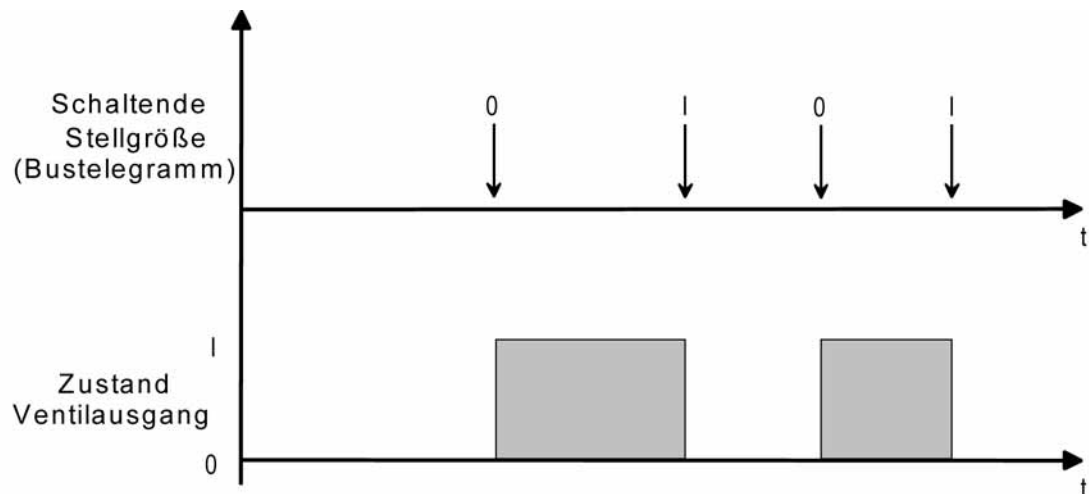

Bild 53: Umsetzung einer schaltenden Stellgröße in ein Ausgangssignal bei stromlos geöffneten Ventilantrieben (Beispiel)
- Den Parameter "Ventil-Wirksinn (Ventil im stromlosen Zustand)" einstellen auf "geöffnet". Bei schaltenden Stellgrößen wird das über das Objekt "Stellgröße" empfangene Schalttelegramm direkt an den entsprechenden Ausgang des Aktors weitergeleitet. Bei einem empfangenen "EIN"-Telegramm wird der Ausgang nicht bestromt und somit das Ventil vollständig geöffnet. Das Ventil wird durch Einschalten des Ausgangs vollständig geschlossen, wenn ein "AUS"-Telegramm empfangen wird (siehe Bild 53).